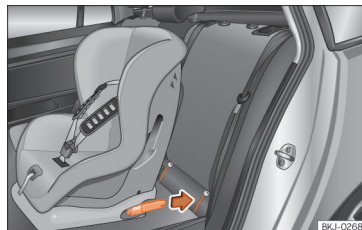

Fig. 36 Bancos traseiros: colocação da cadeira de criança com sistema ISOFIX.
- Insira a cadeira para crianças nas argolas de fixação ISOFIX ou i-Size até se ouvir o seu encaixe »» Fig. 36. Se a cadeira de criança dispuser de fixação Top Tether, encaixe-a no respetivo anel »» Página 63. Siga as instruções do fabricante da cadeira de criança.